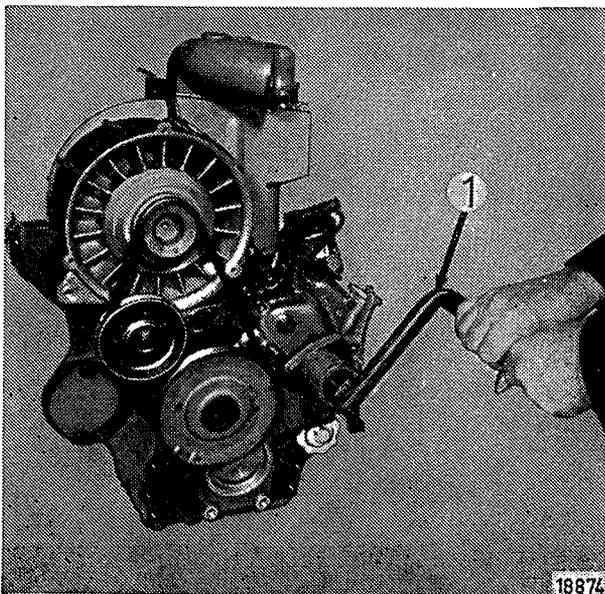

Bild 10
5. Nun mit der Andrehkurbel 1 (Bild 10) kräftig drehen, bis sich die Dekompression automatisch ausschaltet und der Motor anspringt.